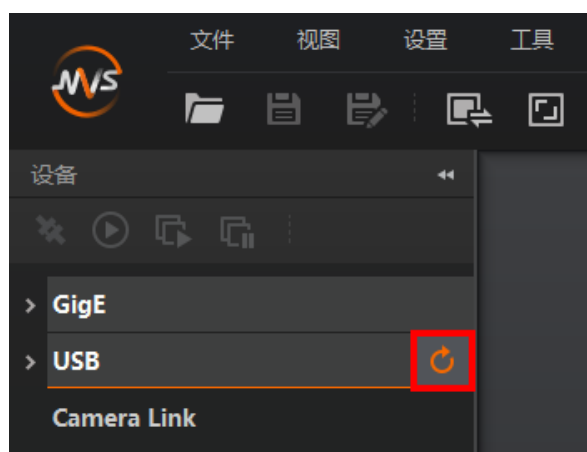

图2-5 刷新 USB 口设备列表
2. 设备列表会自动显示当前枚举到的设备。也可通过点击 USB 接口处的刷新按钮 , 对设备列表中显示的设备进行手动刷新，如图 2-5 所示。